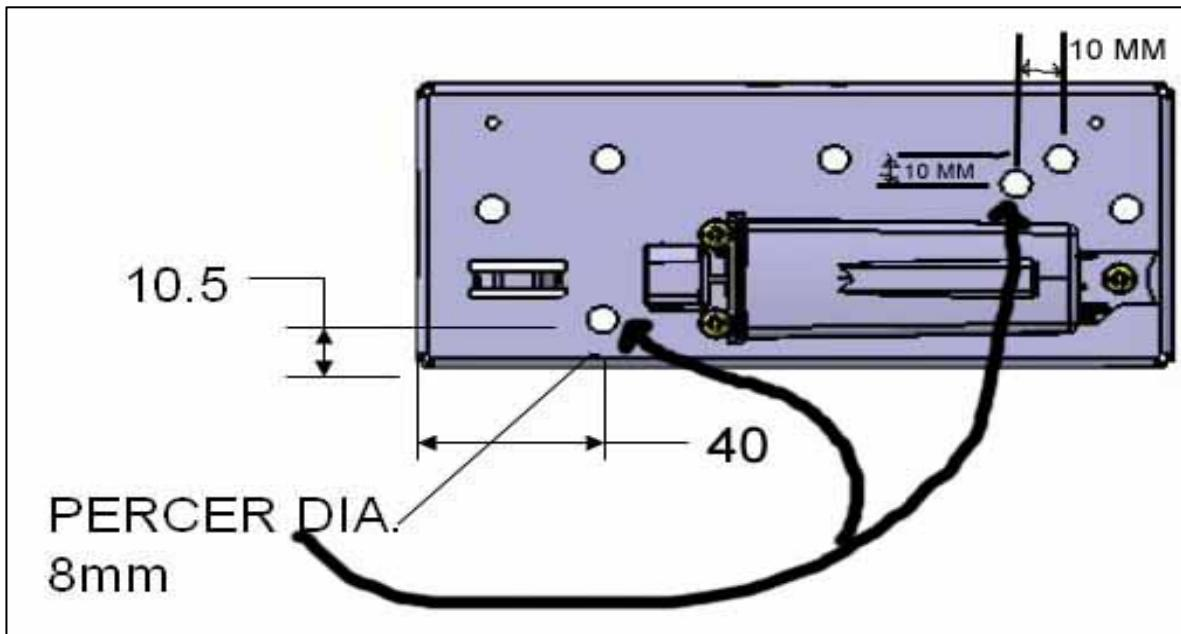

FIGURE 1
1. Démonter le support de l'antenne Beru situé dans le passage de roues avant (Voir figures 1 et 2).
2. Percer 2 trous de 8mm (5/16 po) dans le support. Voir la figure 1 pour l'emplacement des trous.